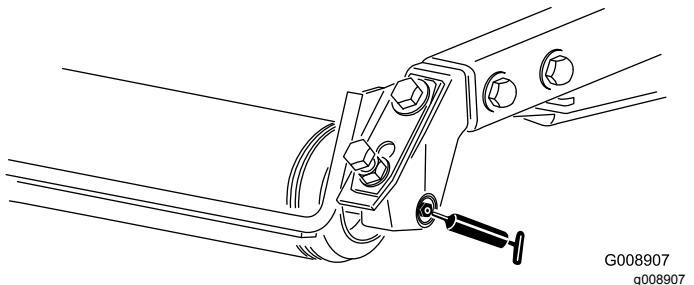

Figura 67
- Cuscinetti a rulli posteriori (2 per apparato di taglio) – Figura 67